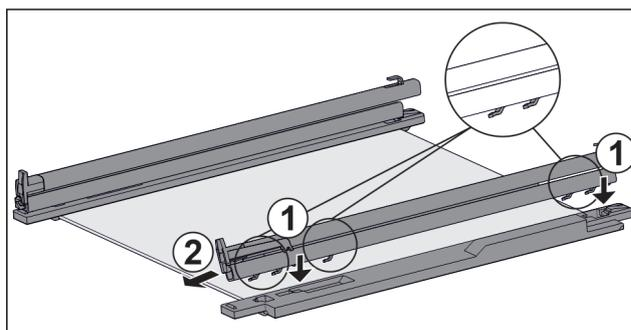

Fig. 130 Sklenená doska s koľajničkami a prídržnými dielmi
- ▶ Nasadte háky kolajničky na otvory **ľavého** prídržného dielu. Fig. 130 (1)
- ▶ Potiahnite kolajničku dopredu. Fig. 130 (2)
- ▶ Nasadte háky kolajničky na otvory **pravého** prídržného dielu. Fig. 130 (1)